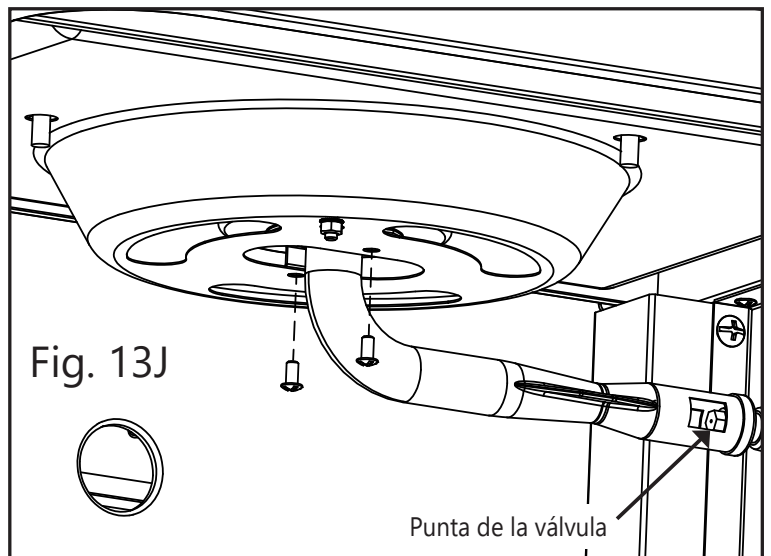

Fig. 13J
Inserte el quemador lateral en la válvula del quemador lateral. TIENE que asegurarse que la punta de la válvula esté completamente DENTRO del extremo de la abertura del tubo del quemador. Fije el quemador lateral al ensamblaje de la repisa del quemador lateral usando (2) pernos retirados durante el Paso 13B como se muestra. **(Fig. 13J)**